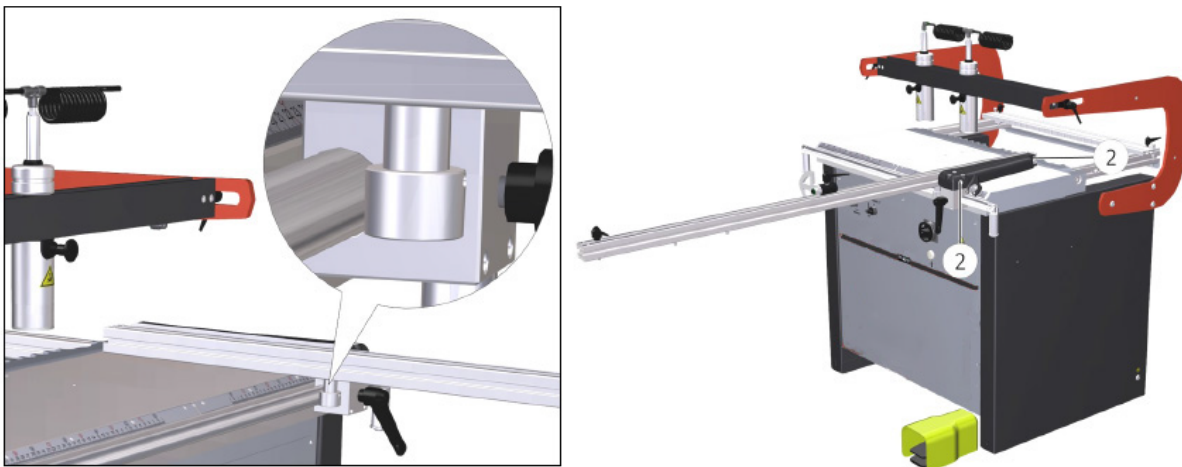

Abb.7-3: Einstellung des Verlängerungsanschlags in Querrichtung
- ➔ Positionieren Sie die Verlängerung auf der Innenseite des Seitenanschlags und arretieren Sie sie mit Hilfe des Referenzstifts (Pos. 1, Abb. 7-3) an der Verlängerung selbst.
- ➔ Klemmen Sie die Verriegelungsknöpfe (Pos. 2, Abb. 7-3) auf dem Seitenanschlag fest.